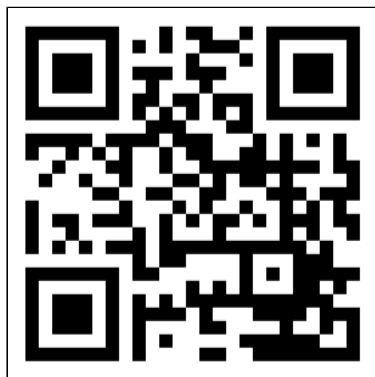

Figure 22.
1. Ouvrez le manuel de l'application Eurom Smart avec le QR-code (Figure 22) ou rendez-vous sur www.eurom.nl/nl/manuals.